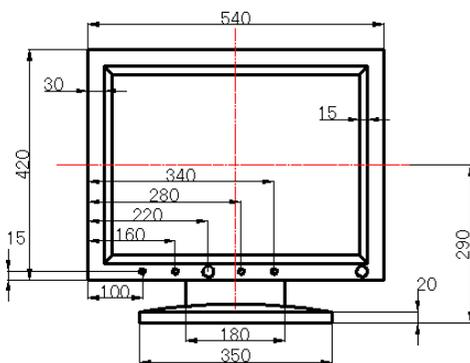

图 17.5.19 线性尺寸标注
Step3. 用 **标注** \rightarrow **线性** 命令创建线性标注, 完成后的图形如图 17.5.19 所示。